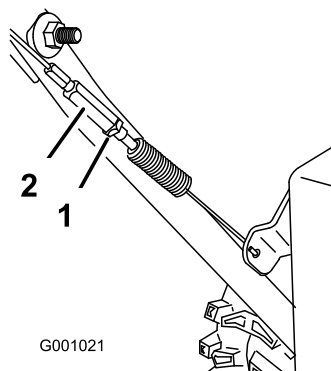

Bild 36
3. Ziehen Sie dann die Klemmmutter fest (Bild 36).